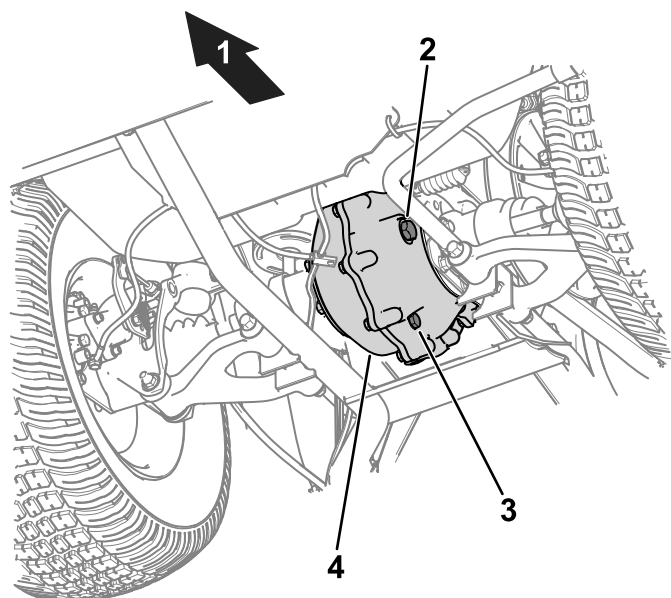

Figure 48
1. Enlevez le bouchon de remplissage de la boîte-pont (Figure 48).
2. Si le niveau de liquide est trop bas, enlevez le bouchon de remplissage et ajoutez le liquide spécifié jusqu'à ce qu'il ressorte par l'orifice (Figure 48).
1. Placez un bac de vidange sous le bouchon de vidange (Figure 48).
2. Retirez le bouchon de remplissage (Figure 48).
3. Enlevez le bouchon de vidange pour permettre à tout le liquide de s'écouler (Figure 48).